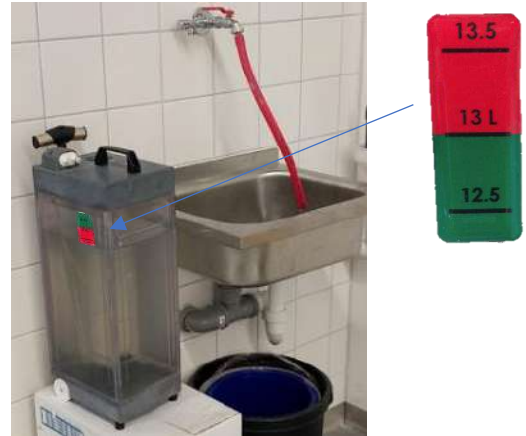

Figure 12-5
Étape 8. Remplir le réservoir avec de l'eau douce obtenue par osmose inverse (ou de l'eau purifiée conforme aux normes ISO 3696 (1987) Qualité 2, ASTM (D1193-91) Type II ou NCCLS (1988) Type II ou équivalent) à température ambiante (15 – 25 °C). Utiliser le repère de remplissage sur le réservoir. Voir Figure 12-5.